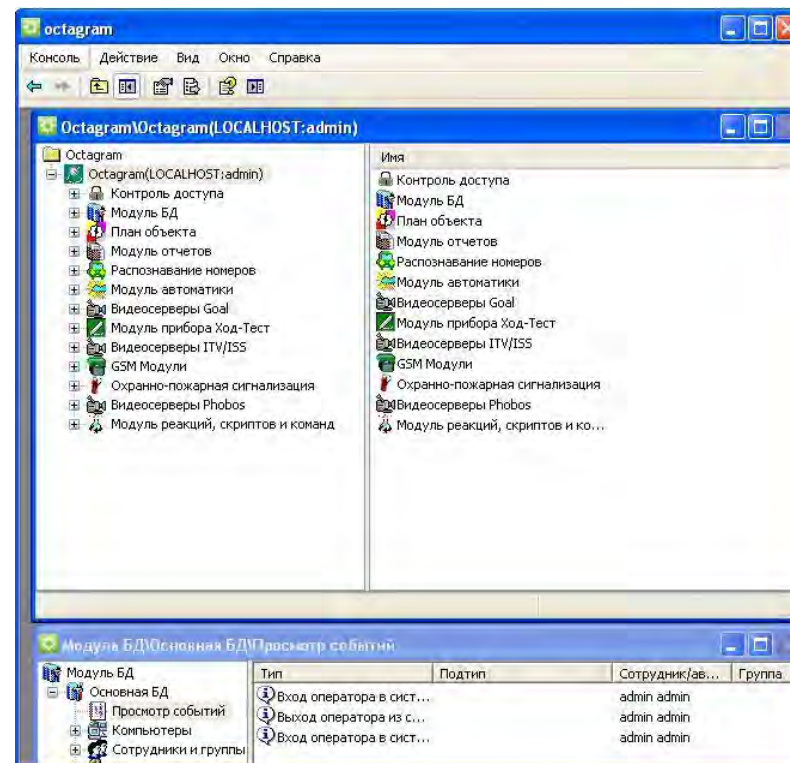

Рисунок 10.
2. Дерево компонент. Представлены модули системы и их составляющие. Набор встроенных модулей может различаться в зависимости приобретаемого варианта лицензии. На Рис. 10 набор модулей соответствует лицензии «Только Ход-Тест».